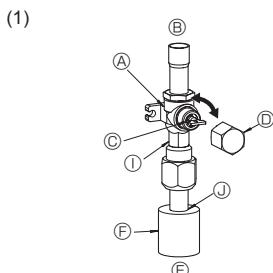
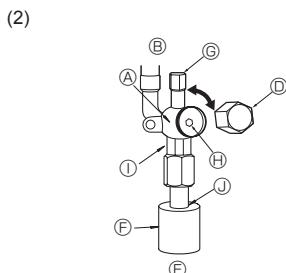

Fig. 4-6
Fig. 4-7
- (1) Gaszijde van de RP100-250 (Fig. 4-6)
- ① Verwijder de dop, trek het handvat naar u toe en draai dit een kwartslag tegen de klok in om de kraan te openen.
- ② Let erop dat de afsluitkraan geheel open is, druk de hendel in en draai de kap terug naar de oorspronkelijke stand.
- (2) Vloeistofzijde van de RP100-250 en gas-/vloeistofzijde van de RP35-71 (Fig. 4-7)
- ① Verwijder de kap en draai de kraanstang zo ver mogelijk tegen de klok in met behulp van een 4mm-inbussleutel. Stop met draaien wanneer de nok wordt bereikt.